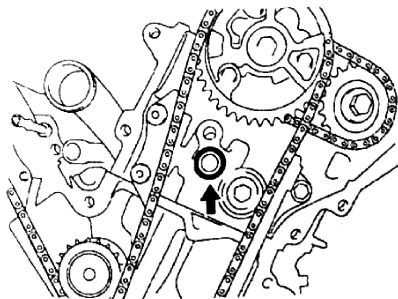

图 1-248 安装新的 O 形圈
② 使 1 号惰轮轴的锁销对准气缸体的锁销槽的同时，暂时安装 1 号惰轮轴和 2 号惰轮轴。
③ 用 10mm 六角扳手紧固 2 号惰轮轴。
④ 从链条张紧器上拆下杆。
① 清除所有旧密封胶 (FIPG) 涂料。
② 如图 1-248 所示，将一个新的 O 形圈安装到气缸盖 B2 上。